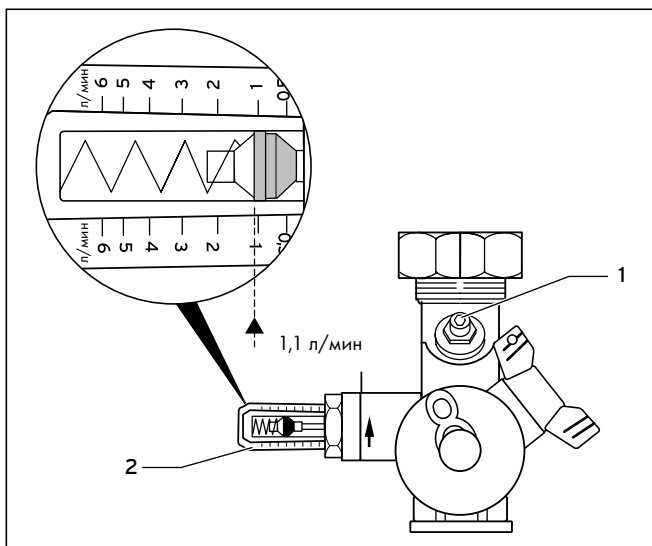

Рис. 10.2 Настройка расхода (насосная группа гелиосистемы 6 л/мин)
- Сделайте точную настройку клапана ограничителя расхода и количества (1, рис. 10.2). Воспользуйтесь ключом с внутренним шестигранником.
Настроенное значение Вы можете считать на индикаторе (2, рис. 10.2) ограничителя расхода и количества.
Площадь (нетто) установленного трубчатого коллектора составляет 6 м^2 . Умноженная на значение удельного объемного расхода $0,40 \text{ л/м}^2 \cdot \text{мин}$ дает вычисленную пропускную способность $2,4 \text{ л/мин}$. Она должна отображаться на ограничителе расхода (см. рис. 10.2).
Установленная (нетто) площадь коллектора составляет 6 м^2 . Умноженная на значение удельного объемного расхода $0,66 \text{ л/м}^2 \cdot \text{мин}$ дает вычисленную пропускную способность 4 л/мин . Она должна отображаться на ограничителе расхода (см. рис. 10.2).